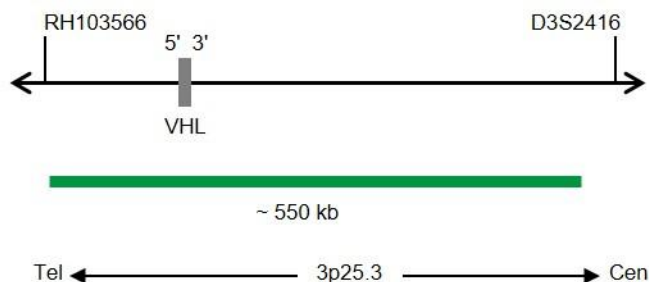

Fig. 1: Carte de la sonde SPEC VHL (pas à l'échelle)
- Polynucléotides marqués au ZyGreen (excitation 503 nm/émission 528 nm) (~10 ng/μl), qui ciblent une séquence de 3p25.3* (chr3:10,051,220-10,598,496) hébergeant la région génétique VHL (voir figure 1).